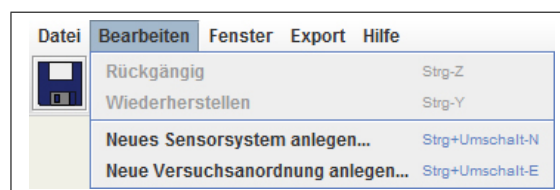

Abbildung 4: Hauptfenster Menü: Bearbeiten
-Bearbeiten (vgl. Abbildung 4):